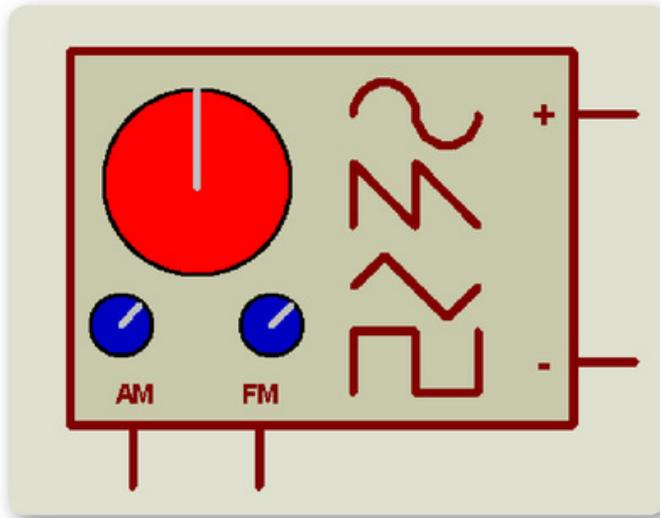

Figura 8. El generador de señales es una forma más de obtener señales para usarlas en los circuitos.
Como podemos apreciar en la **Figura 8**, el generador de señales es bastante simple: solo contiene cuatro terminales. Las marcadas con más (+) y menos (-) son las que se conectarán a los puntos del circuito donde inyectaremos la señal. Las terminales **AM** y **FM** sirven para inyectar una señal externa al generador y obtener una señal modulada en amplitud (AM) o en frecuencia (FM). La señal del generador es la que servirá de portadora, y la señal entrante será la moduladora; esta puede ser generada por algún circuito, por un generador o, incluso, por otro generador de señales. Al iniciar la simulación, aparecerá la interfaz del generador de señales en una ventana